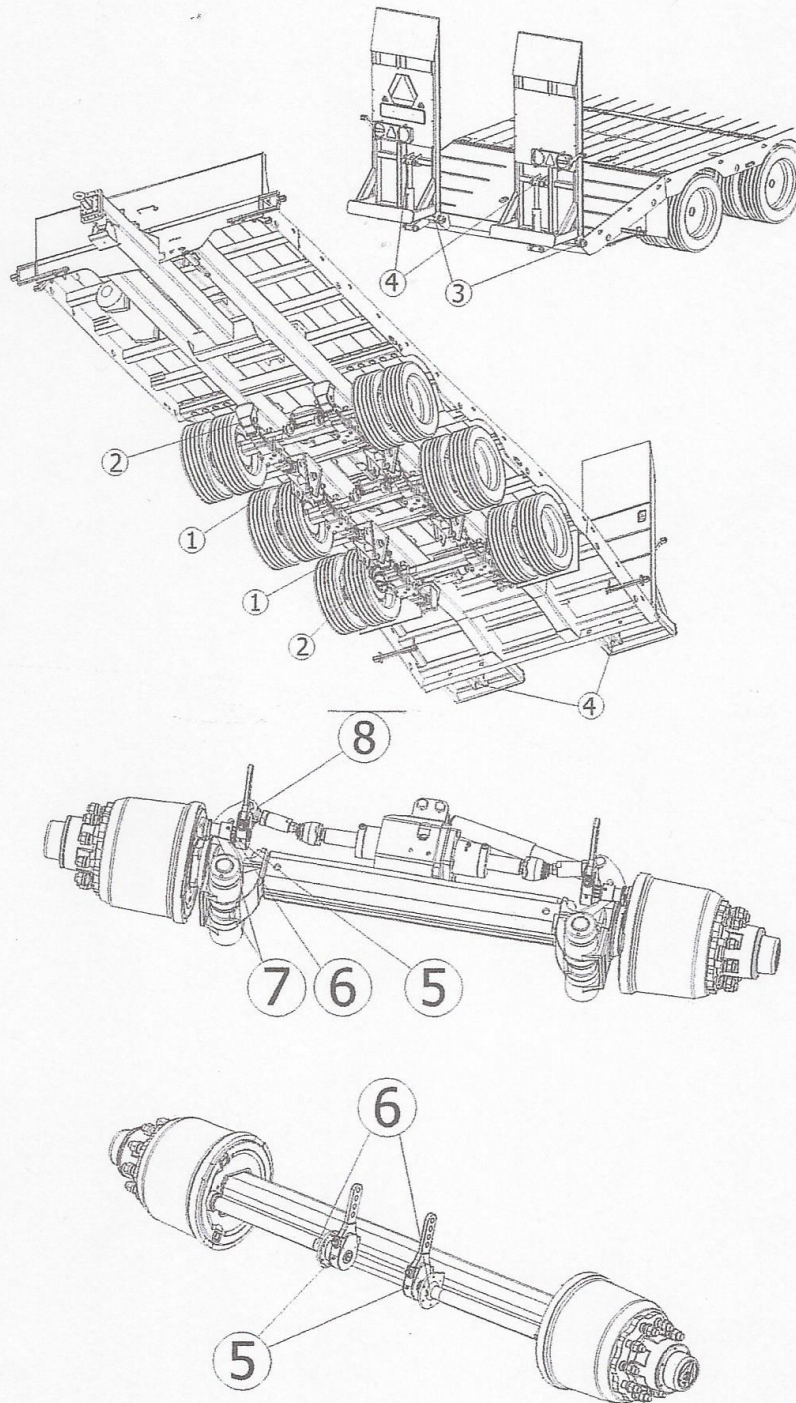

Figure 11: Greasing points
9. ABS-luft bremses (Fig.11 og 12) Sjekk drenering av kondensvann i lufttank, samt fordeler ventil, luftslanger og koplinger for tetthet. Lufttrykk i tanken skal være: 8 – 12 bar